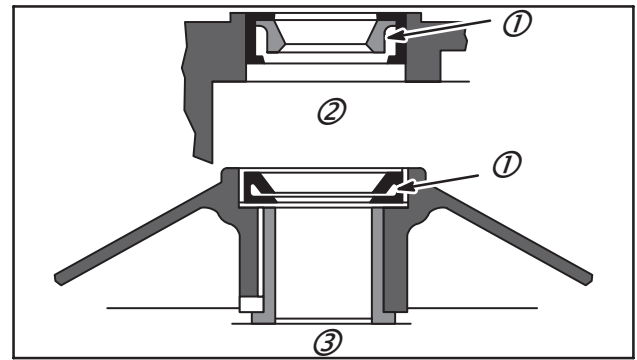

Fig. 28
1. Installer les joints avec la lèvre d'étanchéité (1) vers l'intérieur du réducteur (2) ou du flasque (3) jusqu'à ce que le joint soit à ras du carter ou du flasque, Fig. 28.